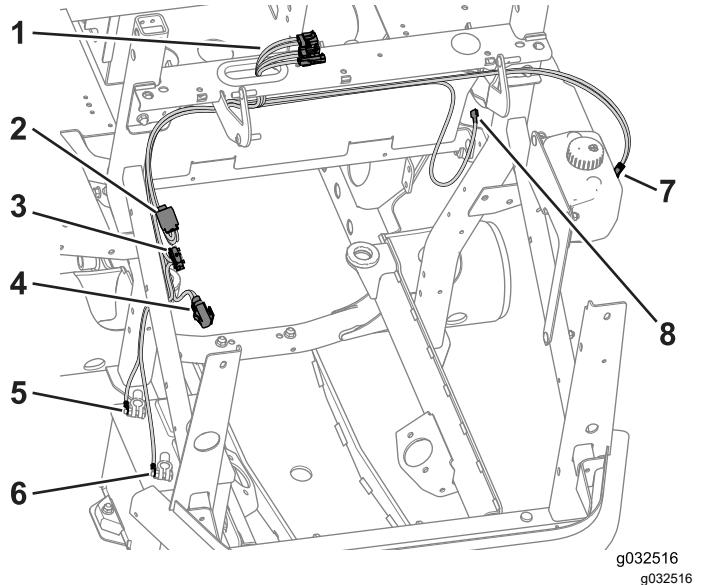

Bild 39
1. Verlegen Sie die drei Kabinenanschlüsse durch die Scheibe (Bild 39).
2. Verlegen Sie das Hilfsstromkabel über der Rahmenstütze und nach unten entlang des Überrollsitzrohrs zu den Bedienelementen (Bild 39).
3. Verlegen Sie das Scheibenwaschanlagenkabel über der Rahmenstütze und nach unten entlang des Überrollsitzrohrs zur Scheibenwaschanlagenflasche (Bild 39).